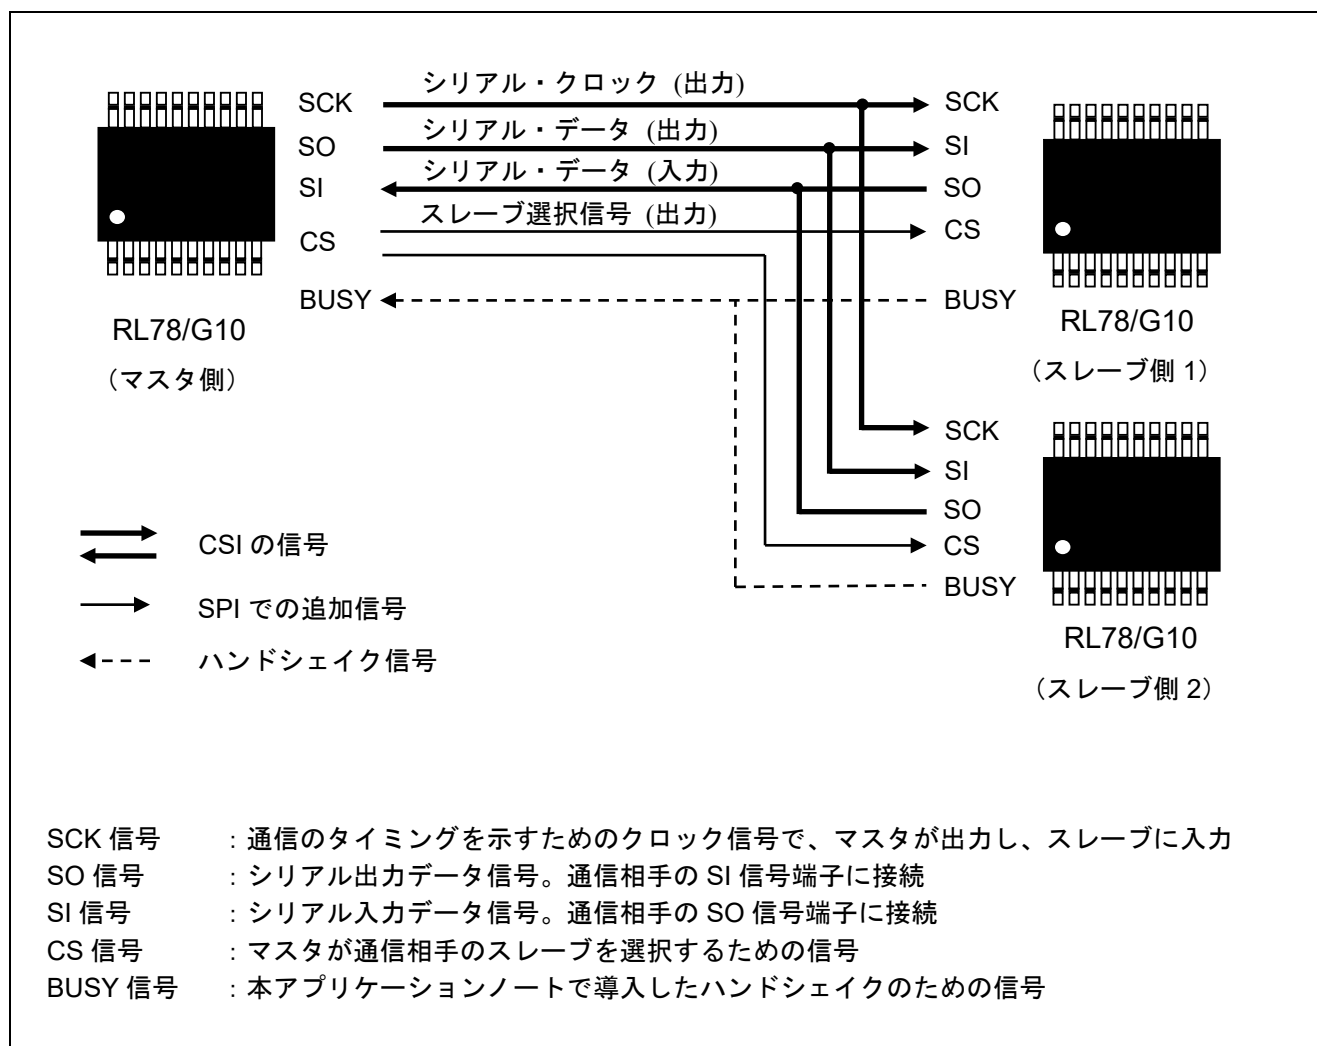

図 1.1 CSI 通信の概要
CSI はシリアル・クロック (SCK)、シリアル入力データ (SI)、シリアル出力データ (SO) の 3 本の信号を用いたクロック同期式シリアル通信です。SPI (Serial Peripheral Interface) はこれにスレーブを選択するための CS (Chip Select) 信号が追加されます。信号の関係を図 1.1 に示します。